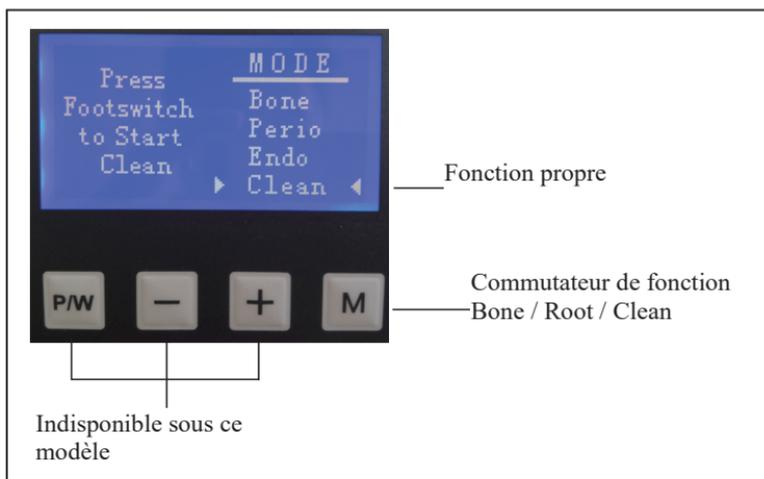

Fig.11
7.2.3 Fonction de nettoyage (Fig.11)